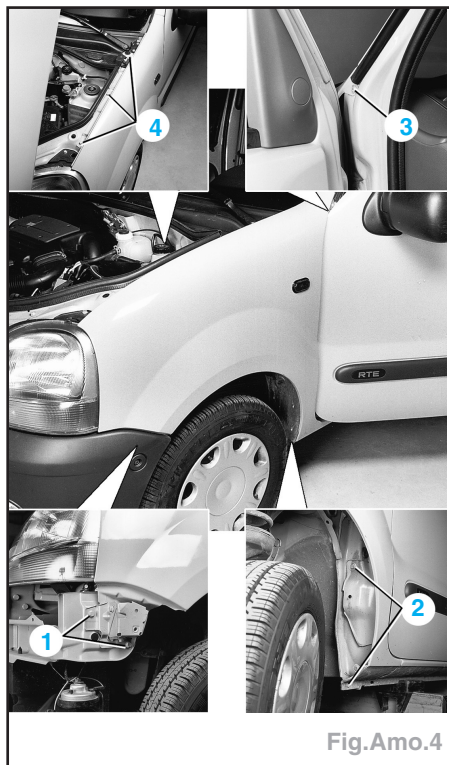

Fig.Amo.4
- les vis de fixation (1) de l'aile à l'emplacement du bouclier (Fig.Amo.4),
- les vis de fixation (2) de l'aile sur le pied de caisse,
- la vis à empreinte **Torx** (3) dans l'entrée de porte,
- les vis de fixation supérieure (4),